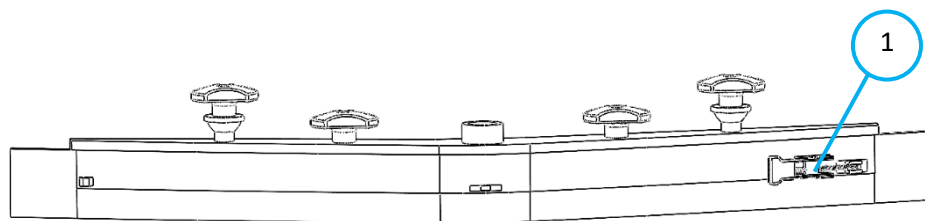

Fig. 3
1. Pour retirer la lame de la raclette arrière, déverrouillez le loquet et retirez la lame métallique (Fig. 3 – 1).